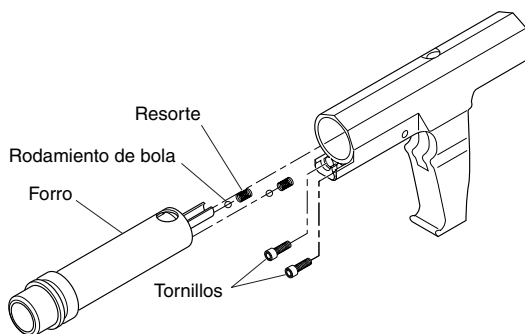

Figura 9 - Retirando el forro del cuerpo de la herramienta
1. Vuelva a colocar los dos rodamientos de bola y los resortes en el extremo del forro (vea la Figura 9).